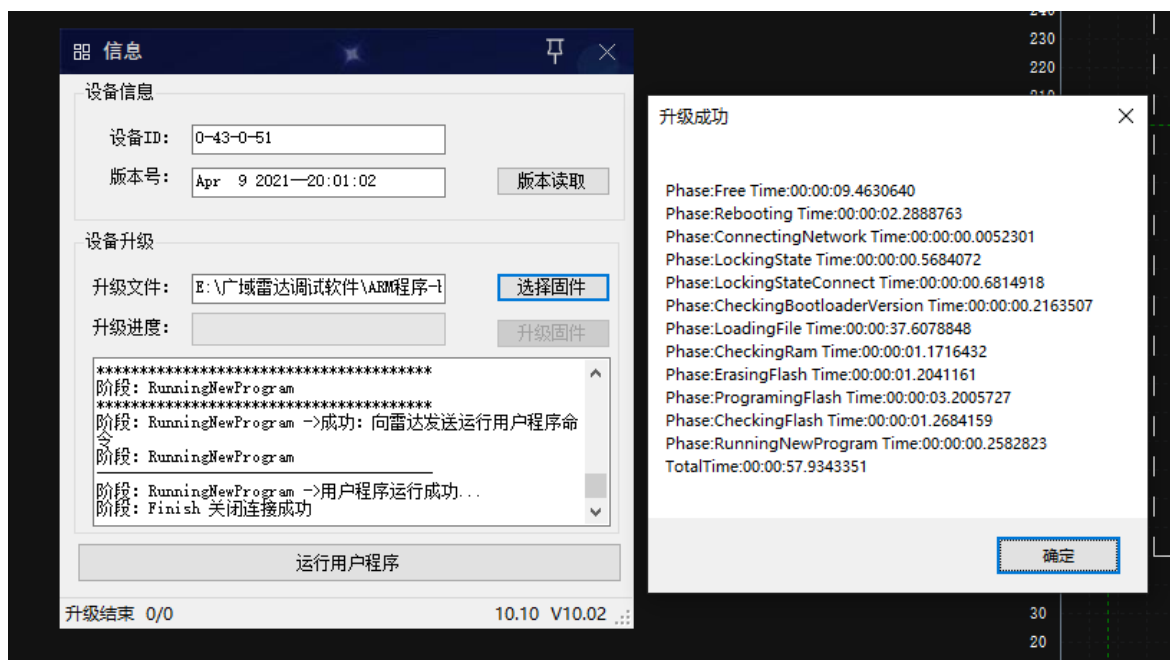

图 4-34 升级成功
- ④ 升级完成后，弹出提示框，显示升级过程所用时间，如图 4-34。
- ⑤ 重新连接雷达，在信息窗体中查询当前版本信息，是否已升级到相应版本。